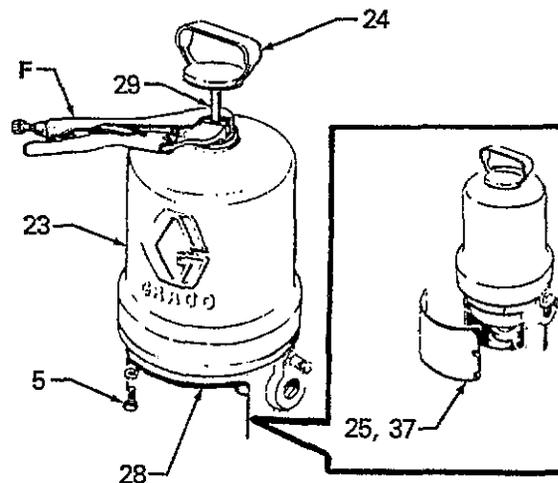

Fig. 2
Per far ridiscendere le valvole di trasferimento dell'aria nelle loro sedi e rimettere in moto un motore pneumatico che si è arrestato, diminuire la pressione d'alimentazione dell'aria del motore chiudendo la valvola principale dell'aria del tipo a spurgo. Se le valvole di trasferimento dell'aria non ritornano sempre nelle loro sedi, svitare l'impugnatura a dado cieco (24) per smontarla dal cilindro (23), tirare l'asta d'inversione (29) e riavvitare l'impugnatura a dado cieco nel cilindro. Ved. Fig. 2. Prima d'aprire la valvola principale dell'aria del tipo a spurgo, controllare che la pressione dell'aria sia inferiore a 12 bar (180 psi).
Spingere manualmente l'asta del pistone per spostarlo nella parte alta della corsa. Svitare l'impugnatura a dado cieco (24) del cilindro (23). Tirare l'impugnatura a dado cieco, afferrare l'asta d'inversione (29) con delle pinze rivestite (F) e svitare l'impugnatura a dado cieco dell'asta d'inversione. Vedere Fig. 2.
Togliere le sei viti (5) mantenendo il cilindro (23) sul suo sostegno (28) ed estrarlo con precauzione *tutto diritto* per separarlo dal pistone. Vedere Fig. 2.
Tirare le valvole di scappamento a fungo (27) nell'azionatore della valvola (15) e tagliare la parte punteggiata nella Fig. 3. Mettere i funghi della valvola (26) sulle aste della valvola (21), poi rimontare le aste della valvola (21), gli anelli (12), i dadi di regolazione (13), l'asta d'inversione (29), l'azionatore della valvola (15), la staffa dell'asta d'inversione (8) e gli insiemi a ginocchiera (E) sul pistone (33). Vedere Fig. 2.